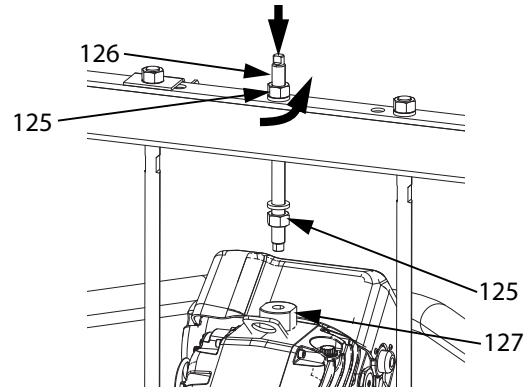

Рис. 28: Прижимная плата для бочки объемом 200 л
- a. *Устройства подачи D200 3 дюйма и D200s 6,5 дюйма:* Ослабьте гайку (125) под перекладной. С помощью гаечного ключа удерживайте на месте адаптер подъемного кольца (127) и ослабьте резьбовую стержень (126) над поперечиной с помощью другого ключа. См. Рис. 28.